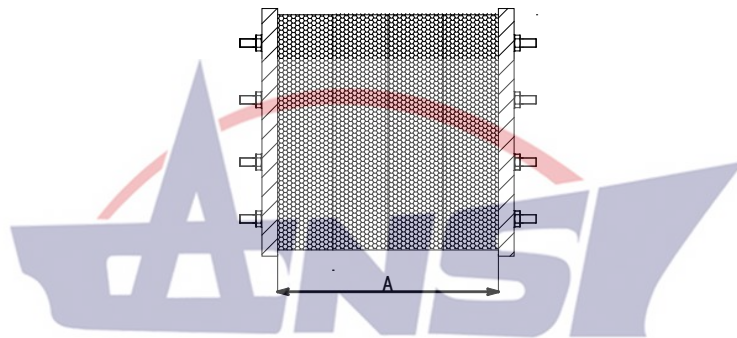

图3 板式换热器两端压紧后的板间束紧间距值（A）
5.2.2 清点板片数量，测量记录板式换热器两端压紧后的板间束紧间距值（A）（见图3）。